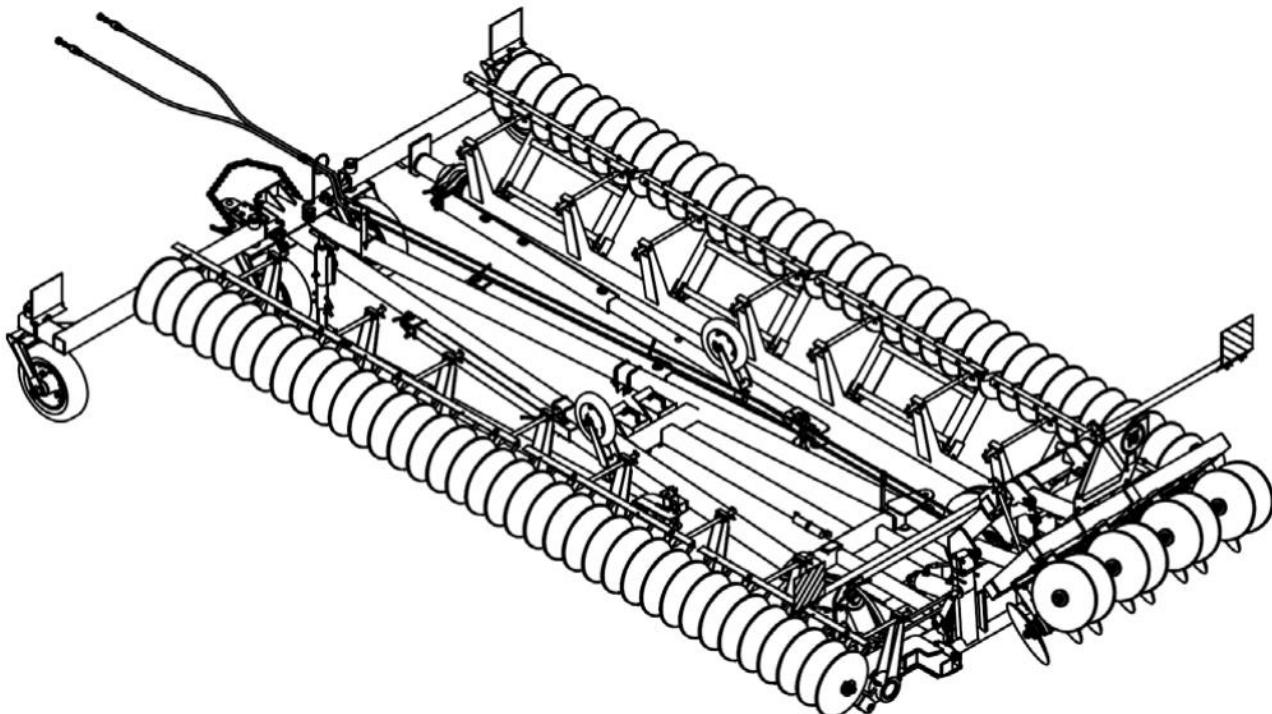
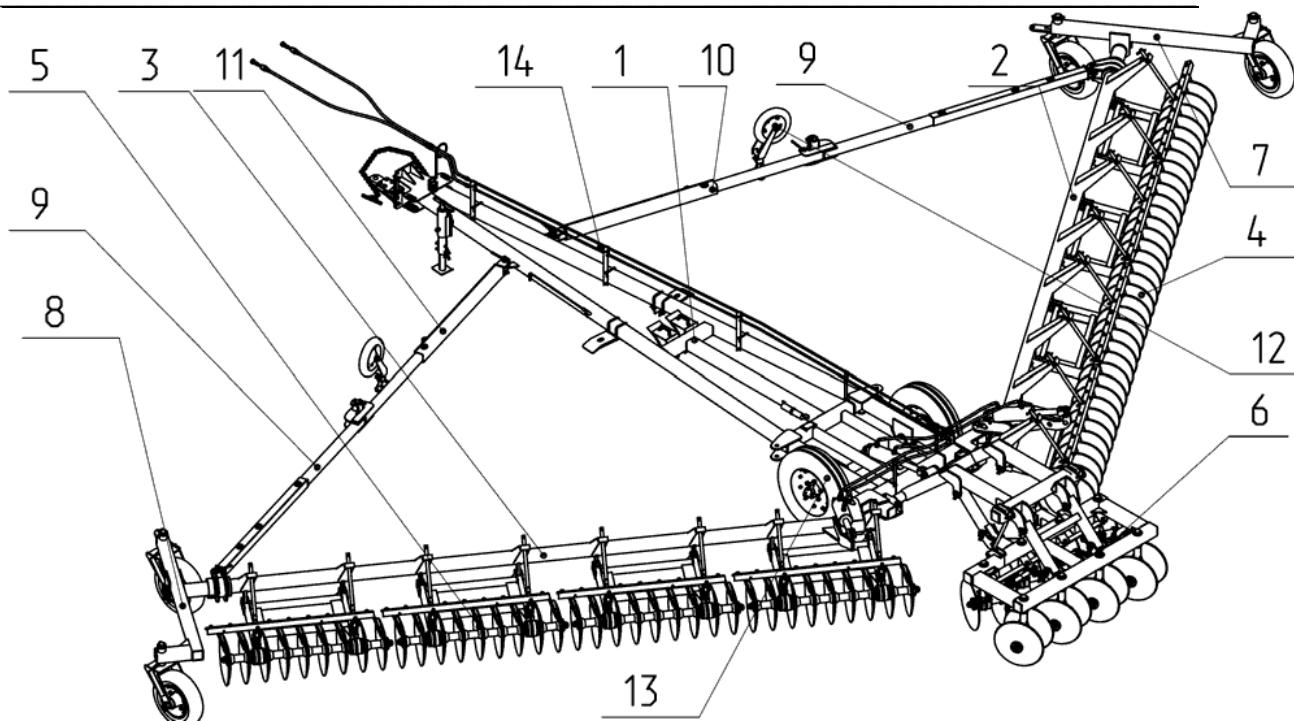

РИС. 1 Лущильник дисковый гидрофицированный ЛДГ12К
РИС.2 Лущильник дисковый гидрофицированный ЛДГ12К
2.1 Лущильник (Рис.1,2) представляет широко-захватную прицепную машину с двухсторонним расположением дисковых рабочих органов 1 и 7 (рис.2).
2.2. Лущильник (Рис.2) состоит из с니цы 1, предназначеннной для присоединения лущильника к тяговому средству и опирающейся на ходовые колеса. К снице справа и слева шарнирно присоединены брусья 2 и 3 с рабочими секциями 4 и 5. Между брусьями к с니це шарнирно присоединена центральная секция 6. Брусья опираются на колесные пары 7 и 8. Брусья соединены со сницей растяжками 9 и 10, при помощи которых устанавливается угол атаки.